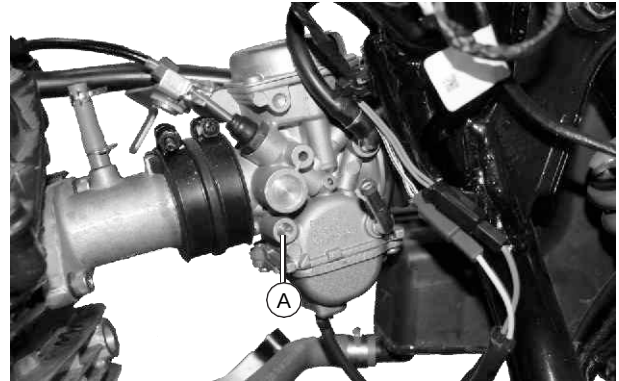
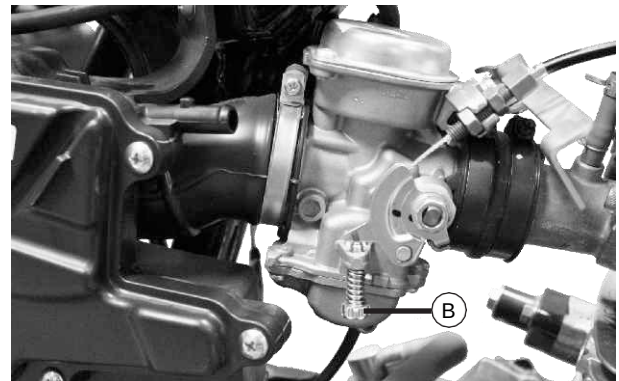

Fig.2.22
Fig.2.23
- Si el desempeño del motor es bueno, no es necesario mover el tornillo de ajuste de la mezcla (A). (Fig. 2.22) El ralentí puede ser ajustado, según la recomendación, desde el tornillo inferior (B). (Fig. 2.23)